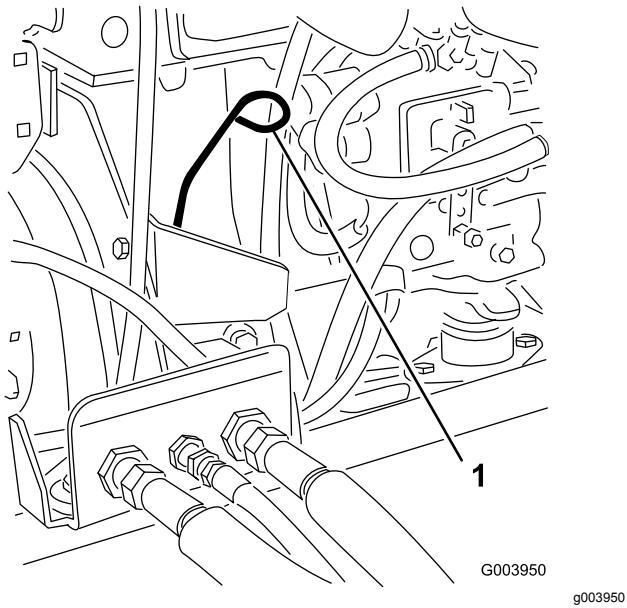

Bild 44
3. Nehmen Sie den Peilstab heraus und wischen Sie ihn ab. Stecken Sie ihn dann ein (Bild 44).